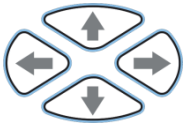

Рисунок 6
–в открывшемся окне (рисунок 6) клавишами   выбрать режим работы;